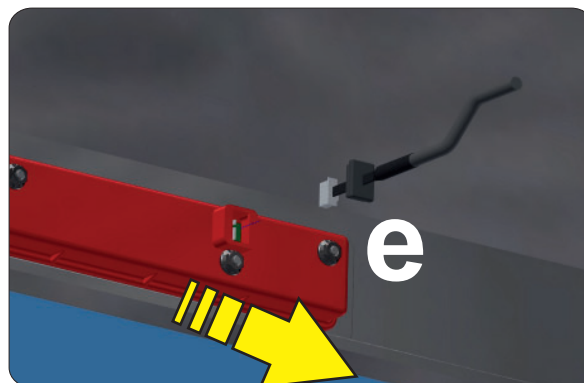

рис. 22
- Отсоедините кабель от дисплея (положение **e** - см. **рис. 22**).